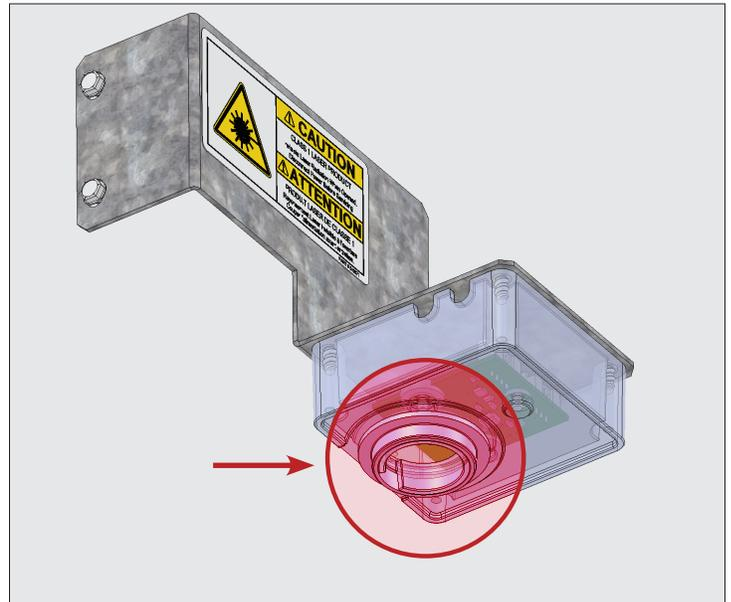

Figure 2. Emplacement de du capteur de niveau de glaçons.
4. Tirez l'ensemble vers l'extérieur et retournez-le de haut en bas pour accéder à l'objectif. Voir Fig. 2.